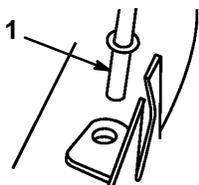

Figure 34
- 5. Insérer la tige de support de l'éjecteur dans le trou prévu du côté droit du plateau (Fig. 34).